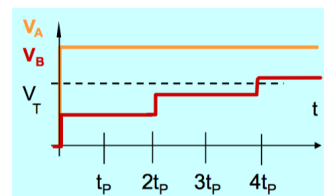

Figura 13: Attr. Multiplo
- **BASSA Corrente**, con  $R_O$  alta, la soglia viene attraversata dopo riflessioni multiple (vedi figura 13) con un funzionamento lento.